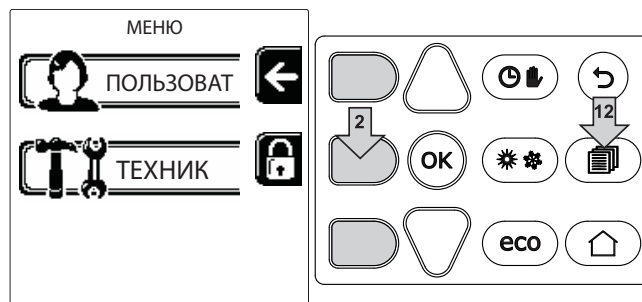

рис. 35
- Настройка Dp-c постоянного напора (рис.35)